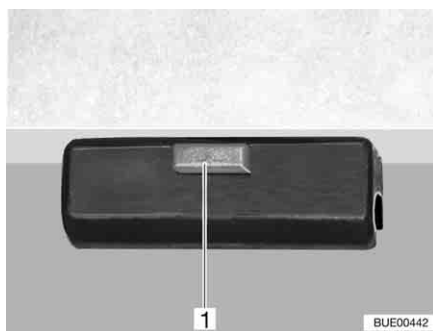

Fig. 97 Bloqueo
- Soltar el bloqueo (Fig. 97,1) del tablero de la mesa.